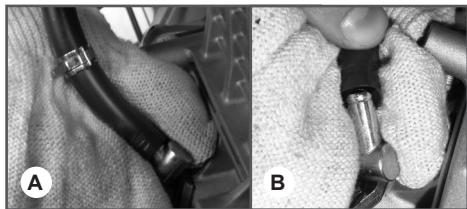

Рис. 9 Снятие топливного шланга
- Подложите под топливный шланг кусок ветоши (Рис. 9А). После этого частично снимите топливный шланг с входного штуцера топливного насоса и оставьте небольшое отверстие для выхода воздуха из топливного шланга (Рис. 9В).